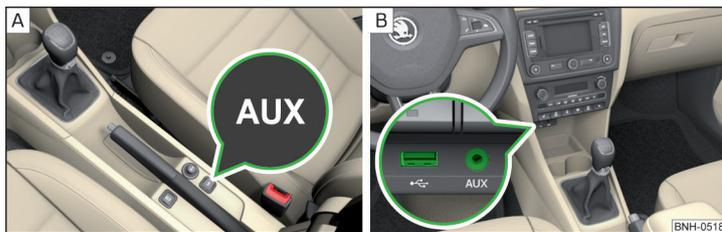

Abb. 90 AUX-Eingang / MDI-Eingang (AUX und USB)
- Zwischen den Vordersitzen in der Mittelkonsole » Abb. 90 - [A].
- Oberhalb des Ablagefachs in der Mittelkonsole vorn » Abb. 90 - [B].
Bei Fahrzeugen mit USB-Eingang befindet sich dieser oberhalb des Ablagefachs in der Mittelkonsole vorn » Abb. 90 - [E].